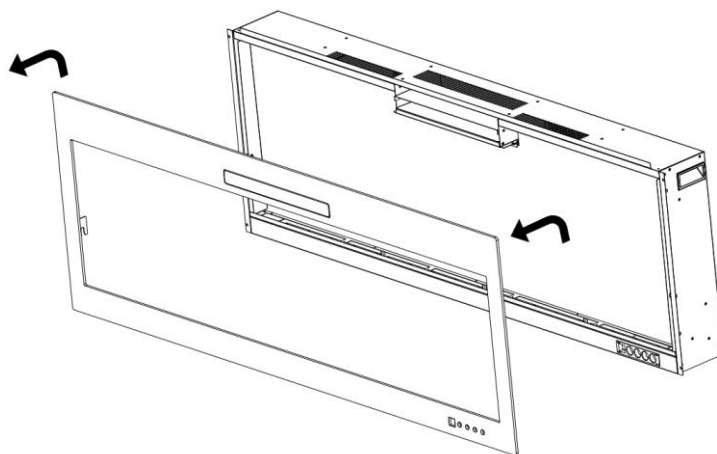

рис. 1-2
- В.** Осторожно поднимите стеклянную панель вверх и отодвиньте ее от прибора (рис. 1-2). Положите его лицевой стороной вниз на мягкую, неабразивную поверхность.